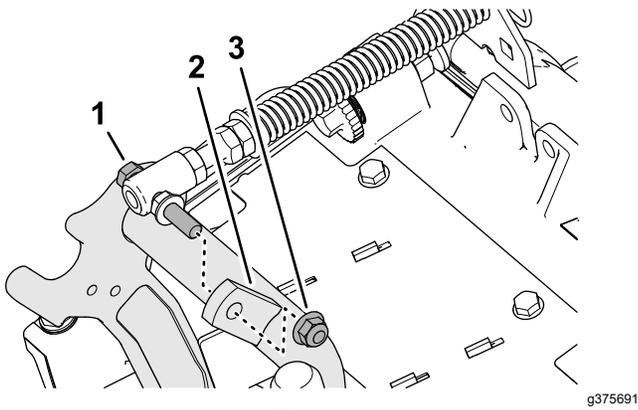

図 9
3. ターフ補正スプリングのキャップスクリュをキャリアフレームの右側タブに固定しているフランジロックナット $\frac{3}{8}$ "を外して、補正スプリングをカッティングユニットから外す 図 9。